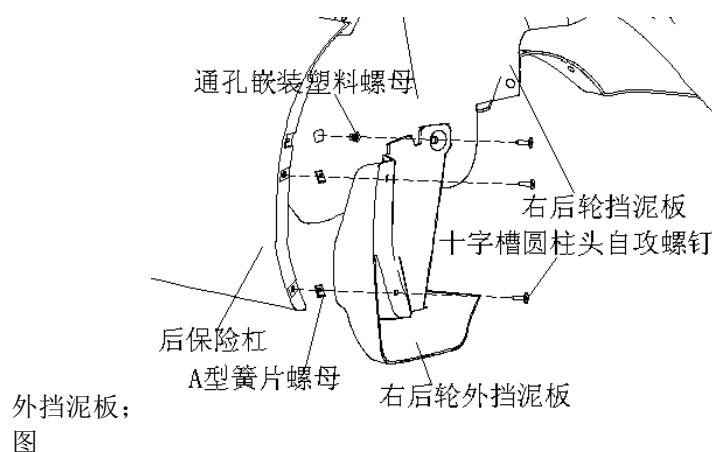

图 2-1-5 右后轮外挡泥板安装示意图
- (1) 如图 2-1-5 所示，用十字起将右后轮外挡泥板上的 3 个自攻螺钉拧下，即可拆卸下右后轮